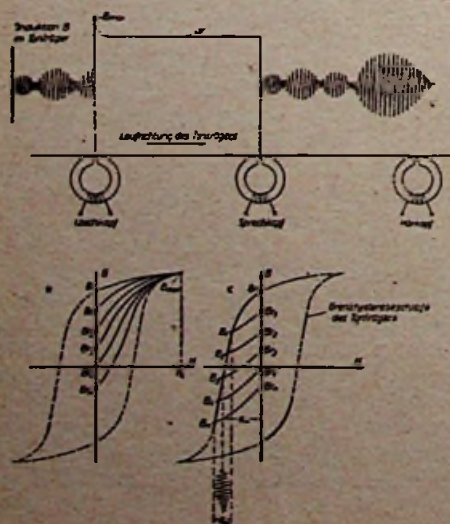

Abb. 1a, 1b und 1c. Grundsätzliche Darstellung der Magnetisierungsvorgänge beim Löschen und Aufzeichnen mit Gleichstrom
- c) die Abtastung derselben (s. Bild 1a).